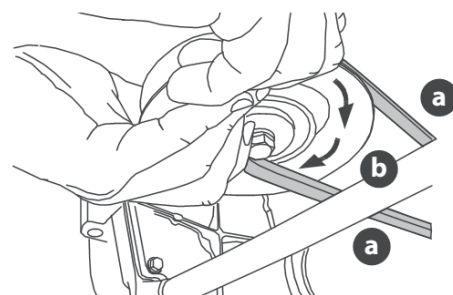

Рис. 29
- d. Все еще удерживая внизу приводной ремень (a), продолжайте поворачивать шкив BOM (b) до тех пор, пока ремень (a) не будет снят со шкива (b) (рис. 29).